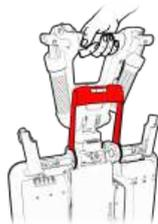

Figura 54
1. Assicurarsi che il manubrio sia fissato in posizione verticale (vedere Figura 54).